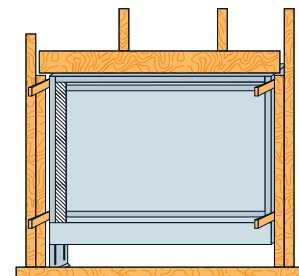

Figure 4: Ajoutez des cales
3. Ajoutez des cales (si nécessaire) pour assurer le bon ajustement et éviter la déformation (voir **Figure 4**).